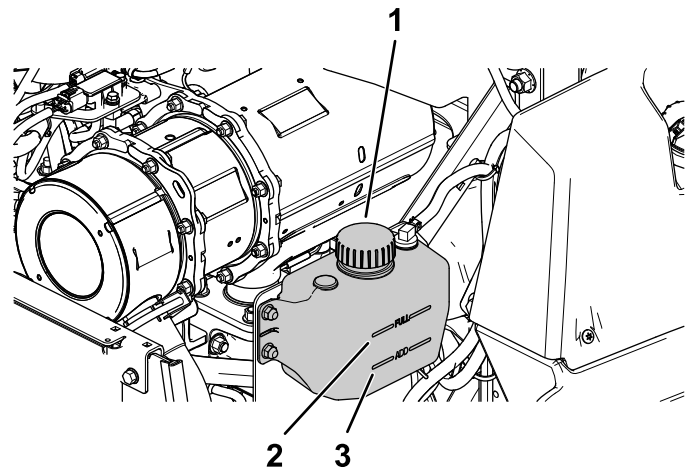

**Figura 57**
4. Compruebe el nivel de refrigerante en el depósito de expansión (Figura 57).
5. Si el nivel de refrigerante es bajo, retire el tapón del depósito de expansión y añada el refrigerante especificado (Figura 57).